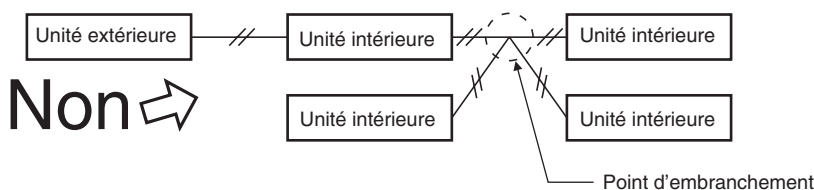

Fig. 4-4
- (3) N'installez pas le câblage de commande entre unités en montage en étoile. Le câblage avec montage en étoile provoque un réglage avec mauvaise adresse. (Fig. 4-4)